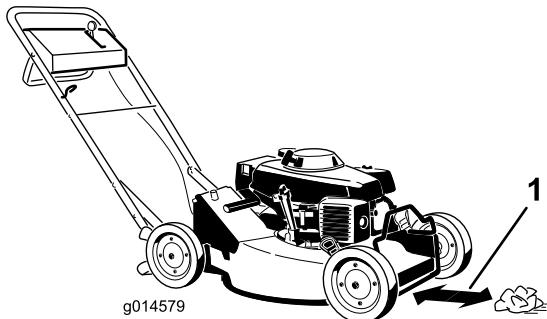

Figure 18
6. Placez une boule de papier journal à 12,7 cm (5") devant la tondeuse (Figure 18).
- Placez une boule de papier journal à 12,7 cm (5") devant la tondeuse (Figure 18).